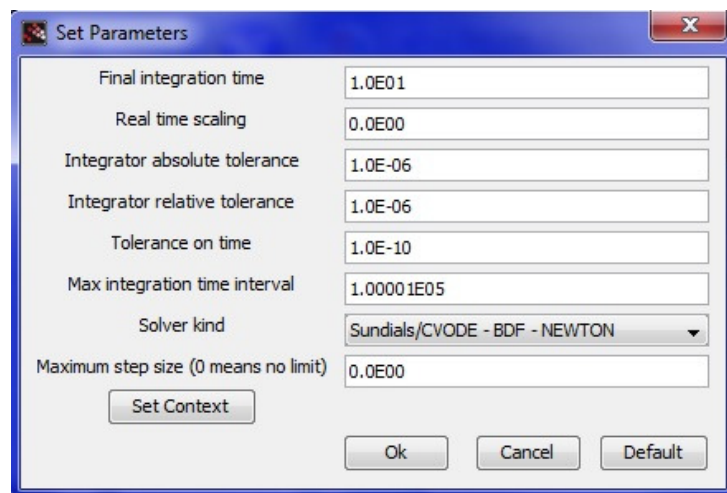

Figura 8.6.- Parámetros (default) usados para la simulación del sistema mecánico.
- 1) El paso de integración del método (solver) utilizado por Scilab tiene una precisión controlada por los parámetros de tolerancia absoluta, relativa y de tiempo y por el paso máximo de integración utilizado. Si deseamos un resultado más preciso de la simulación debemos modificar estos parámetros accediendo a la ventana de configuración (ver figura 8.6), sin embargo, en la mayoría de los casos los parámetros por default son los más adecuados.